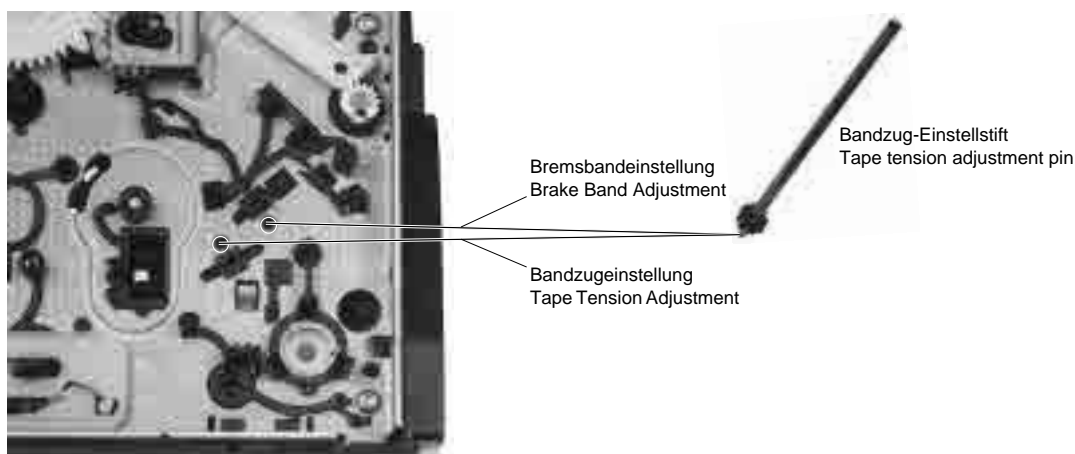
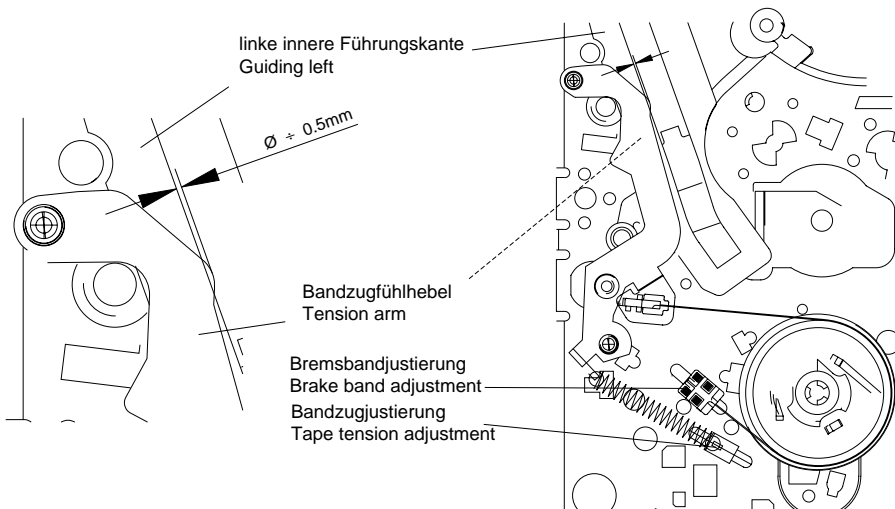

Fig. 26
Fig. 27
- Mittels Bandzug-Einstellwerkzeug (von der Unterseite des Laufwerks, Fig. 26) das Bremsband (Fig. 27, Pos. 14) so einstellen, daß die Nase des Bandzugfühlers deckungsgleich mit der linken inneren Führungskante der Führung links ist (Fig. 27).
- Mit dem Tentelometer den Bandzug zwischen Hauptlöschkopf (Fig. 27, Pos. 16) und der Umlenkrolle (Fig. 27, Pos. 23) messen (dazu den Hauptlöschkopf nach links drücken).
- Mit dem Bandzug-Einstellwerkzeug die Feder (Fig. 27, Pos.11) auf einen Bandzug von  $0,24N \pm 0,02N$  ( $24g \pm 2g$ ) einstellen (Fig. 27).
- Adjust the brake band (Fig. 27, Pos. 14) by means of the tape tension adjusting tool (from the underside of the tape deck, Fig. 26) so that the edge of the elbow of the tape tension arm overlaps with the left inner edge of the left guide (see Fig. 27).
- Adjust the spring (Fig. 27, pos.11) to a tape tension of  $0.24N \pm 0.02N$  ( $24g \pm 2g$ ) by means of the tape tension adjustment tool (Fig. 27).